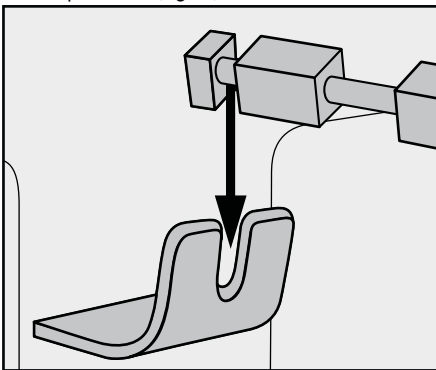

Fig. 2: Colocación del espetón **16** en el alojamiento del espetón **9**.
- Tras esto, inserte ahora el otro extremo del espetón **16** con la muesca profunda en el alojamiento del espetón **9** (fig. 2):